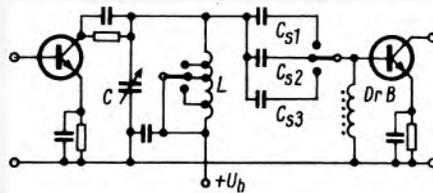
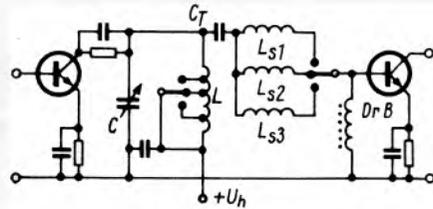

Bild 4. Vereinfachte Anpassung zwischen Treiberstufe und Endstufe mit Serienkondensator
Bild 5. Vereinfachte Anpassung zwischen Treiberstufe und Endstufe mit Serieninduktivität
Unschön an dieser Schaltung ist, daß für den Bereichswchsel wenigstens drei Umschaltkontakte erforderlich sind. Bild 4 zeigt eine Möglichkeit, mit nur zwei Umschaltern auszukommen. Hier erfolgt die Anpassung an den Endstufentransistor mit einem Serienkondensator C_s , dessen genauer Wert (Blindwiderstand einige zehn bis hundert Ω) am besten experimentell ermittelt wird. Bei hohen Frequenzen kann aber die Spule L wegen der zusätzlichen kapazitiven Belastung des Parallelschwingkreises unangenehm klein werden. Man kann sich helfen, indem man den Kondensator C_s nicht am heißen Ende, sondern an eine Anzapfung der Spule anschließt. Günstiger ist es jedoch, anstelle der Kapazität eine Induktivität L_6 mit gleichem Blindwiderstand zu verwenden (Bild 5). Die Kollektorgleichspannung muß dann mit einem Kondensator C_T abgetrennt werden.
2. Nebenresonanz im Basiskreis durch eine große Drossel DrB möglichst tief legen; auch die Treiberdrossel DrT beachten; evtl. Anpassung nach Bild 4 oder 5 aufbauen.